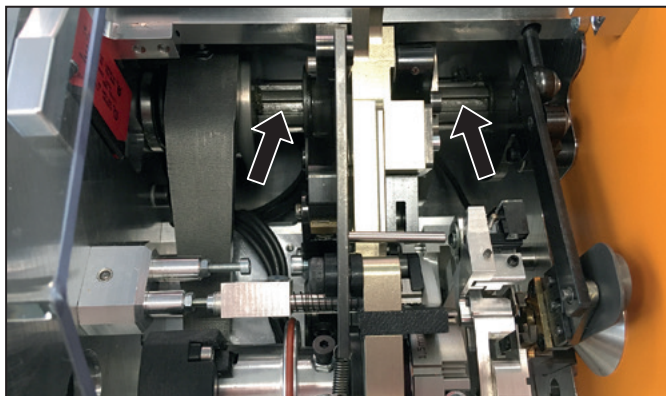

Рисунок 7.6 Точки смазки приводного вала
- ▶ Смазать приводной вал в отмеченных точках, см. Рисунок 7.6.